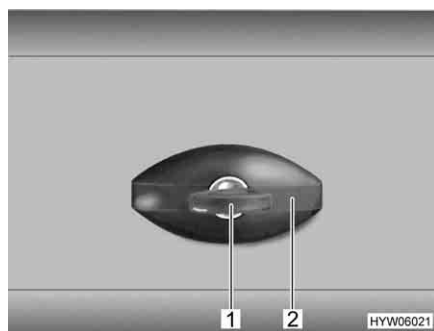

Bild 50 Lucklås, ellipsformat, låst
- Stick in nyckeln i låscylindern (Bild 50,1) och vrid ett kvarts varv moturs. Låshandtaget (Bild 50,2) frigörs.